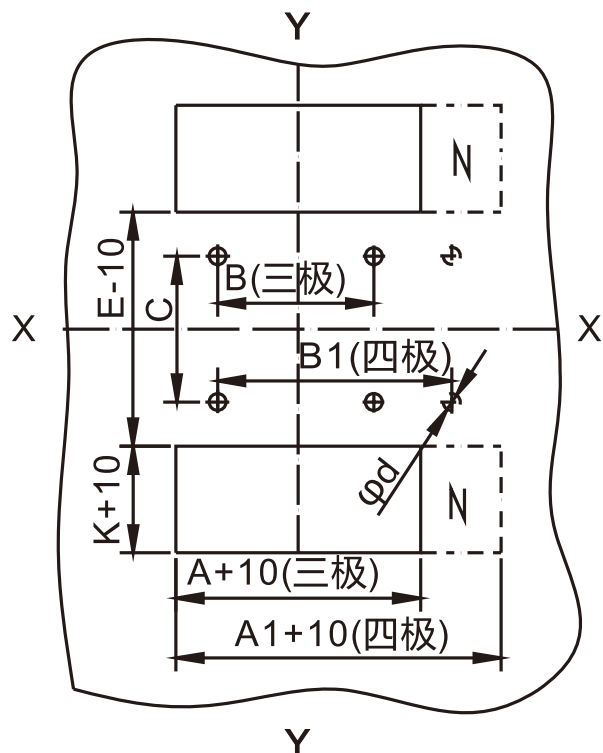

图10 插入式板厚接线安装板开孔尺寸(单位:mm)
(2) 插入式板后接线安装板开孔尺寸见图10、表16 (X-X、 Y-Y为断路器中心) 。